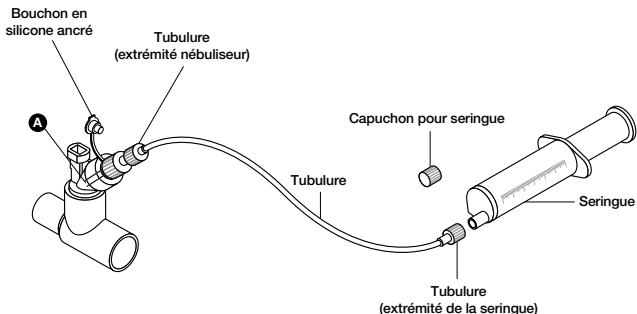

Figure 15. Kit de tubulure de nébulisation continue
7. Insérer la seringue contenant la solution médicamenteuse dans la pompe pousse-seringue (pompe non illustrée dans la figure 15) et paramétrer le débit approprié (voir le manuel de la pompe ou contacter le fabricant pour obtenir des instructions).